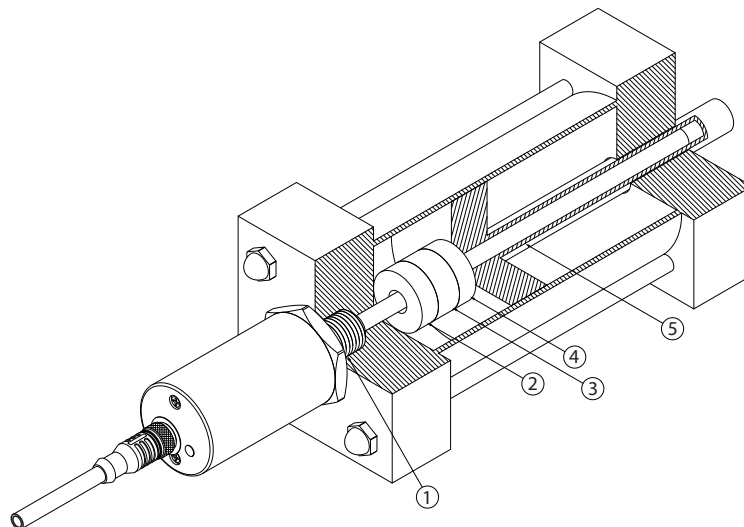

Abb. 8: Gerät in einen Hydraulikzylinder montieren
- ▶ Empfehlung bei Sensoren mit Messstab-Längen von ≥ 1500 mm: Schutzring z. B. aus Polymer verwenden (siehe Abb. 8, Position 2). Der Schutzring verhindert bei voll ausgefahrener Kolbenstange den mechanischen Verschleiß von Positionsgebern durch das Druckrohr.